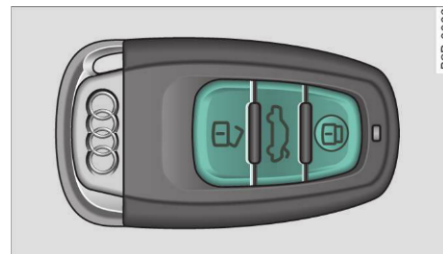

Fig. 24 Telecomanda:
- Pentru a descuria autovehiculul, apăsați tasta ⇒ fig. 24.
Heckklappe (hayon) - Dacă selectați **ein** (activat), este blocată deschiderea capacului portbagajului de la mâner ⇒ *pagina 40*, fig. 30. În această situație, capacul portbagajului se poate deschide de la tasta  de pe telecomandă ⇒ *pagina 35*, fig. 24 sau de la tasta  din portiera șoferului ⇒ *pagina 41*, fig. 31.